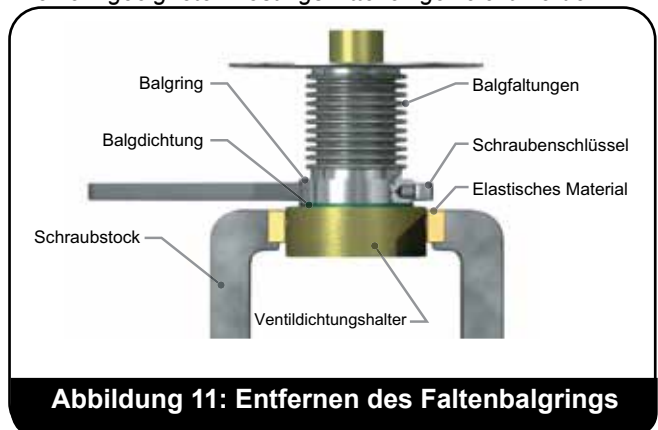

Abbildung 11: Entfernen des Faltenbalgtrings
9. Entfernen Sie an den D- und E-Ventilen die Begrenzungsscheibe und markieren Sie sie mit der Seriennummer des Ventils. Wenn der Faltenbalg D oder E ist, kippen Sie die Scheibenhalter-Faltenbalg-Baugruppe und schieben Sie die Begrenzungsscheibe heraus. Der Faltenbalg ist mit Rechtsgewinde am Scheibenhalter befestigt. Verwenden Sie einen speziellen Schraubenschlüssel am Balgtring, um ihn durch Drehen gegen den Uhrzeigersinn zu entfernen (Abbildung 11). Die Balgfaltungen sind aus sehr dünnem Metall und es sollte darauf geachtet werden, dass sie jederzeit vor Beschädigungen geschützt sind. Faltenbalgdichtung entfernen.